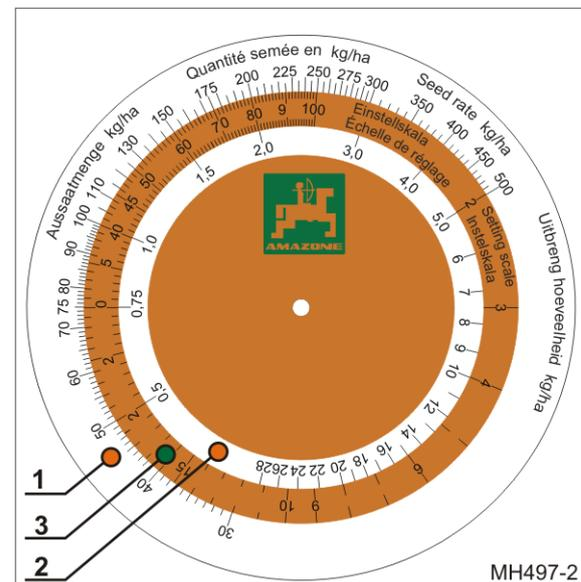

Рис. 72
- наружная белая шкала (Рис. 72/1) для всех норм внесения более 30 кг/га;
- внутренняя белая шкала (Рис. 72/2) для всех норм внесения менее 30 кг/га;
- цветная шкала (Рис. 72/3) с указанием всех положений редуктора от 1 до 100.